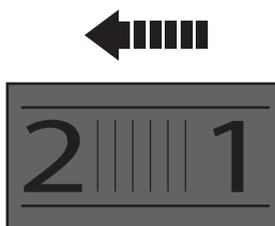

Fig. 22
- > Tournez la molette de réglage de la vitesse (1) vers la gauche (du point de vue indiqué ci-dessous) pour réduire la vitesse maximale (Fig. 22). Le réglage plus lent est adapté pour poncer avec des feuilles abrasives à gros grain pour éliminer les peintures et vernis.